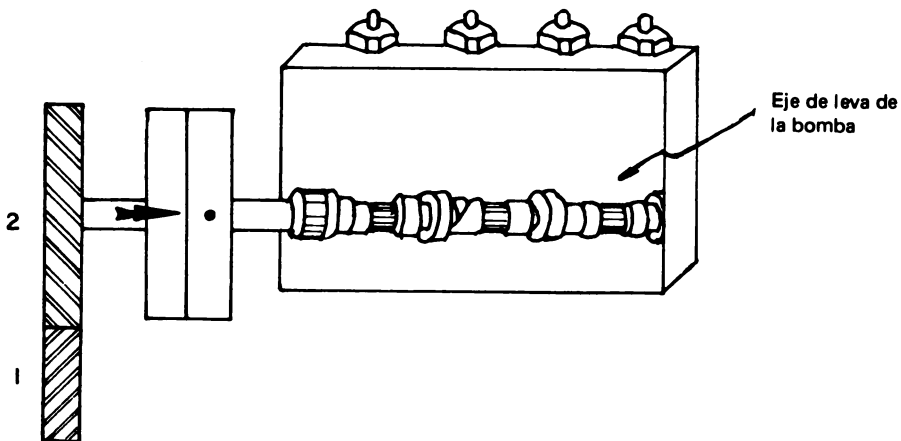

Fig. 27. En el acople de la bomba de inyección se observa el enfrentamiento de las marcas de adelantado de la volante.
- 4) Vea el enfrentamiento de las marcas en el acople de la bomba de inyección (Fig. 27). En algunas bombas dichas marcas están adentro (bombas rotativas).